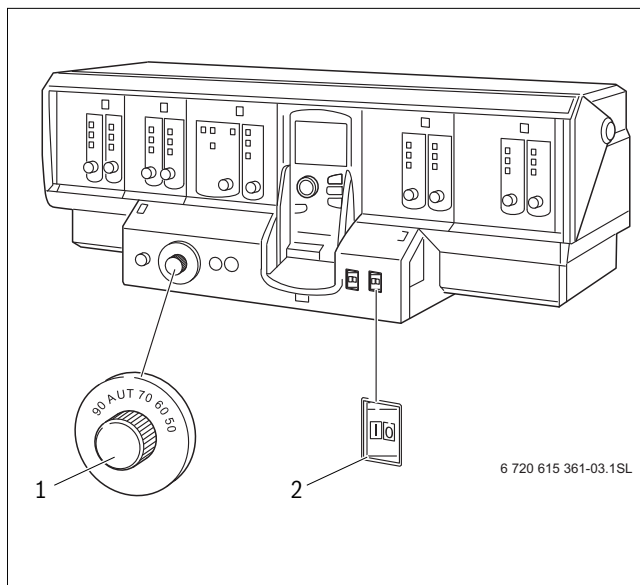

Рис. 2 Система управления (например: Logamatic 4311)
Включите котел пусковым выключателем на системе управления (здесь на рис. 2: Logamatic 4311). При включении системы управления запустите горелку в автоматическом режиме. Затем горелка может стартовать от системы управления.
Выключите котел пусковым выключателем на системе управления (например, Logamatic 4311, → рис. 2, стр. 4). При выключении системы управления автоматически выключается горелка.
- ▶ Переведите пусковой выключатель (→ рис. 2, [2], стр. 4) в положение "0" (ВЫКЛ).